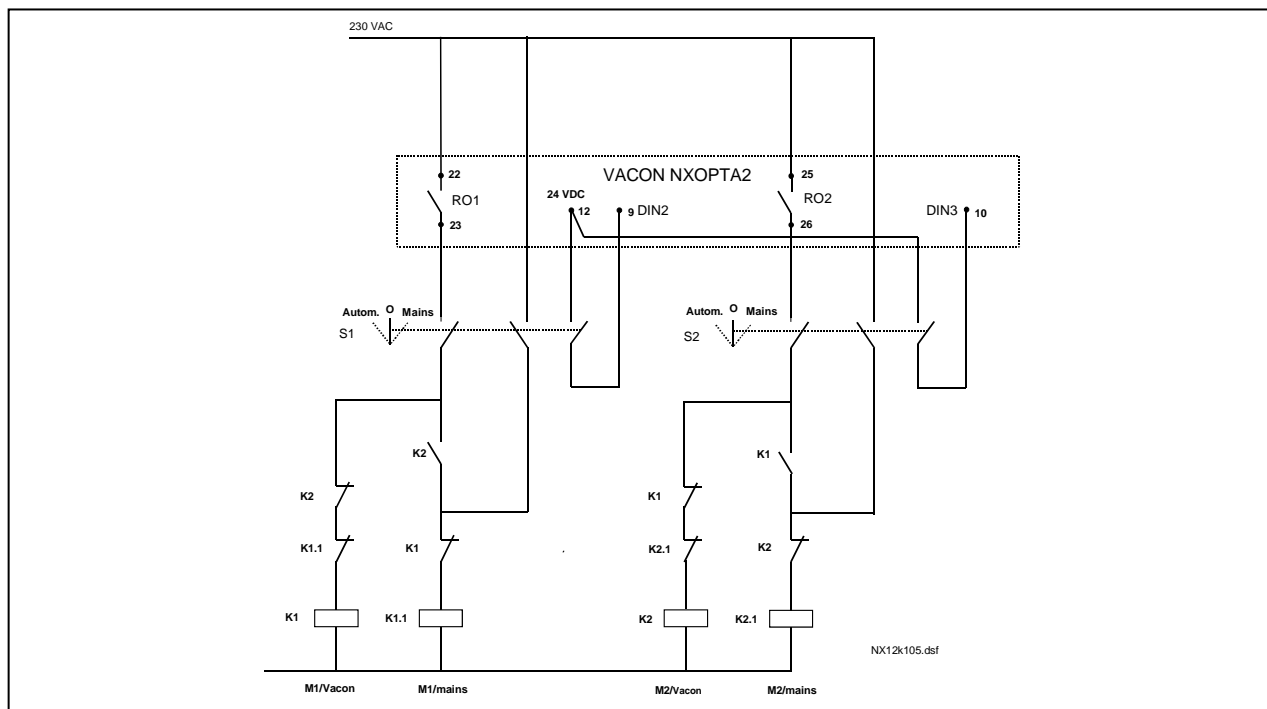
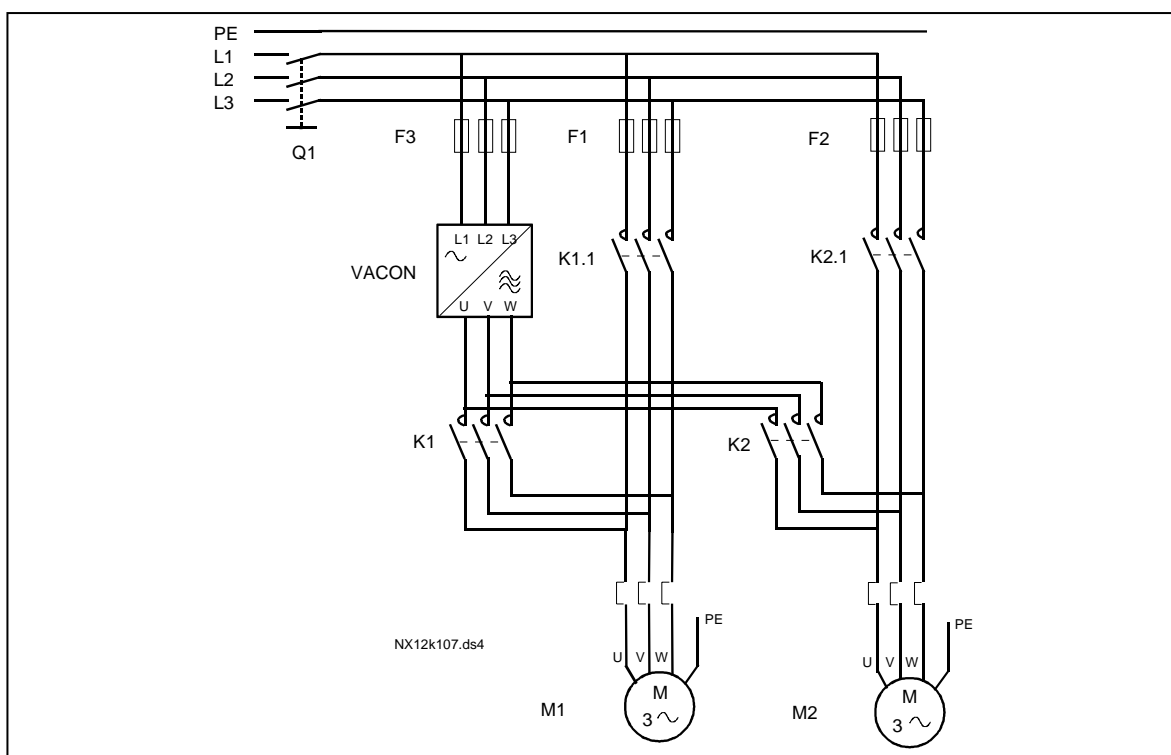
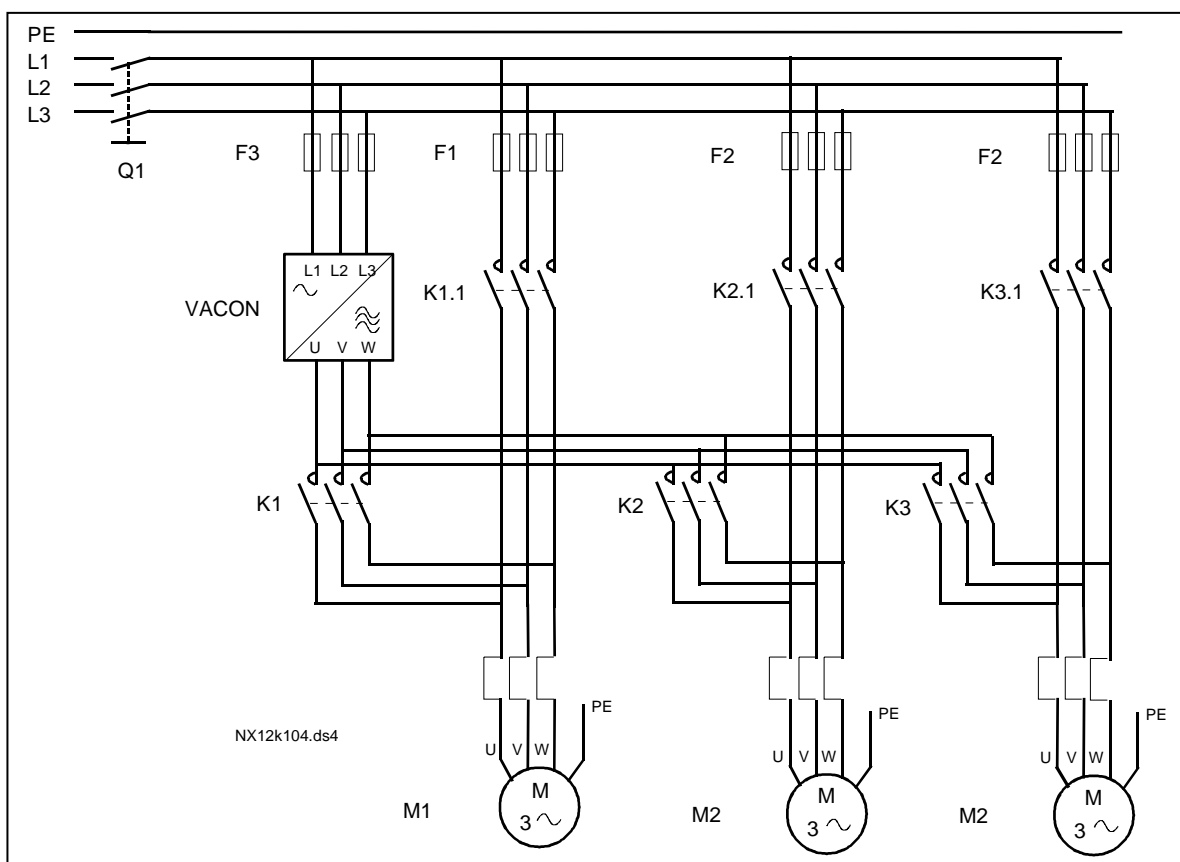

Figura 7-1. Sistema di rotazione ausiliari a 2 pompe, schema di controllo principale
Figura 7-5. Esempio di rotazione ausiliari con 2 pompe, schema principale
Figura 7-6. Esempio di rotazione ausiliari con 3 pompe, schema principale
- I contattori esterni controllati mediante le uscite relè dell'inverter collegano gli azionamenti all'inverter o alla rete. Nel caso in cui il motore controllato dall'inverter sia incluso nella sequenza di rotazione ausiliari, esso viene sempre controllato dall'uscita relè attivata per prima. Gli altri relè attivati successivamente controllano gli azionamenti ausiliari (si vedano la Figura 7-5 e Figura 7-6).
La rotazione ausiliari secondo l'ordine di avvio e di arresto viene attivata e applicata solo con riguardo agli azionamenti ausiliari oppure agli azionamenti ausiliari e all'azionamento controllato dall'inverter, a seconda dell'impostazione del parametro 2.9.25, *Selezione automazione*. La rotazione ausiliari tra due azionamenti è impostata di default. Si veda la Figura 7-1 e Figura 7-5.